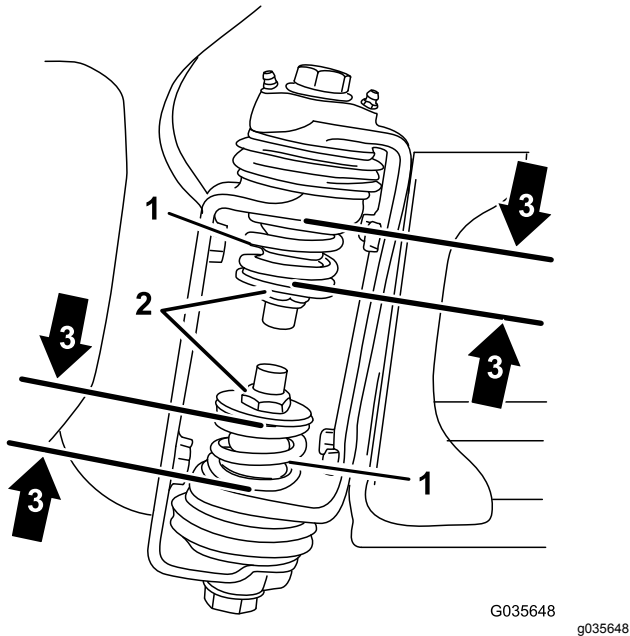

Bild 4
3. Messen Sie am Scharnier des Abschnitts die Komprimierung der oberen und unteren Federn, wenn die Abschnitte ausgefahren sind (Bild 4).